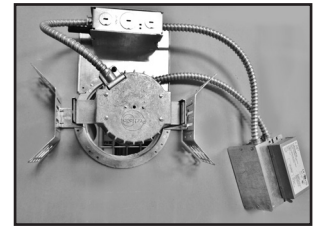

Figure 22.
- Éloignez le circuit de sortie de l'ouverture du plafond ou du boîtier en le laissant tourné vers le haut (Figure 22.).